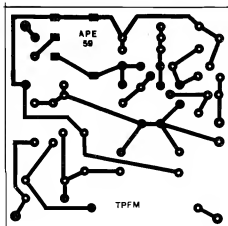

Fig.3
**- FIG. 3 - LAY OUT DO CIRCUITO IMPRESSO ESPECÍFICO** - Em tamanho natural, escala 1:1, vemos na figura o arranjo de ilhas e pistas cobreadas do Impresso, cujo *lay out* deve ser cuidadosamente "carbonado" pelo Leitor/Hobbysta, sobre a face cobreada de um fenolite nas convenientes dimensões. A traçagem devem ser feita com tinta especial, ácido-resistente, ou (preferivelmente), com decalques apropriados, que geram uma solução mais elegante e profissional... Os demais procedimentos de confecção de um bom Circuito Impresso (e sua perfeita utilização...) encontram-se detalhados em inúmeros artigos anteriormente publicados em APE... Aos iniciantes, recomendamos seguir as **INSTRUÇÕES GERAIS PARA AS MONTAGENS** (encarte permanente, nas primeiras páginas da Revista...), que trazem **importantes** conselhos e "dicas" práticas a respeito... Uma cuidadosa conferência final, na busca de defeitos, "curtos" ou falhas, é sempre importante, já que tais deficiências podem ser facilmente sanadas **antes** que os componentes sejam inseridos e soldados... **Já depois...**